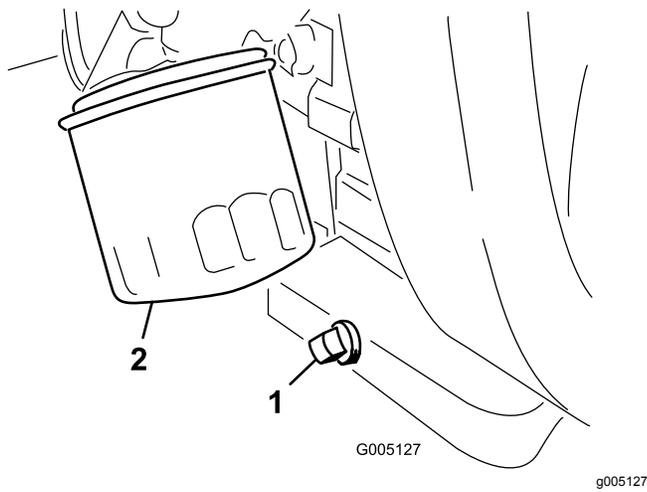

Figura 39
1. Retire el tapón de vaciado (Figura 39) y deje fluir el aceite a un recipiente apropiado.
2. Limpie las roscas del tapón de vaciado, aplique sellador de PTFE, e instale el tapón de vaciado (Figura 39).
3. Retire el filtro de aceite (Figura 39).